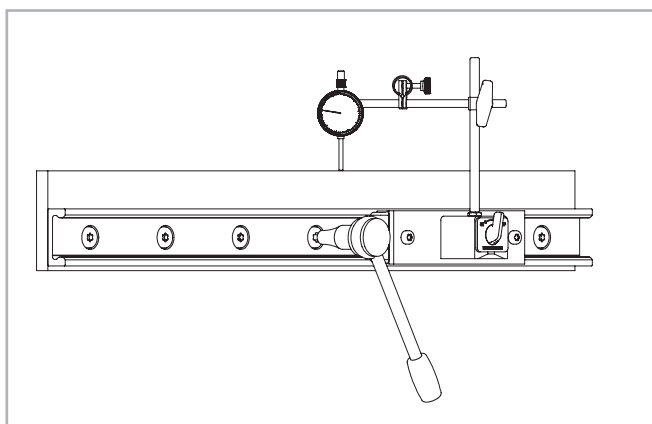

Fig. 68
(2) Instalar un reloj comparador para medir el desplazamiento de la guía respecto a la línea de referencia. Posicionar el cursor en el centro de la guía y poner a cero el reloj comparador. Mover el cursor hacia adelante y hacia atrás entre cada uno de los dos agujeros y alinear cuidadosamente la guía. Ahora apretar los tres tornillos en el centro de esta área con el par de apriete específico, véase Fig. 68.
(3) Ahora posicionar el cursor en uno de los extremos de la guía y alinear cuidadosamente la guía en el cero del reloj comparador.